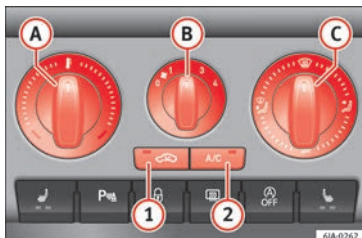

Fig. 170 Climatiseur : éléments de commande.
Le système de refroidissement fonctionne uniquement si la touche **(A/C)** **(2)** » **fig. 170** » **page 155** est actionnée, et si les conditions suivantes sont réunies :
- La température augmente en tournant la commande **(A)** » **fig. 170** vers la droite.
- Activez le ventilateur en tournant la commande **(B)** » **fig. 170** vers les positions 1 à 4.
- En tournant la commande **(C)** » **fig. 170** vous réglez l'arrivée d'air à travers les diffuseurs correspondants » page 153.
- Appuyez sur la touche **A/C** **(2)** » **fig. 170**. Le témoin de la touche s'allume.
Si la molette **(C)** » **fig. 170** est en position de dégel, la trappe de recyclage sera toujours ouverte (témoin lumineux éteint).
- Appuyez sur la touche **1** » fig. 170, le témoin de la touche s'allume, ce qui indique